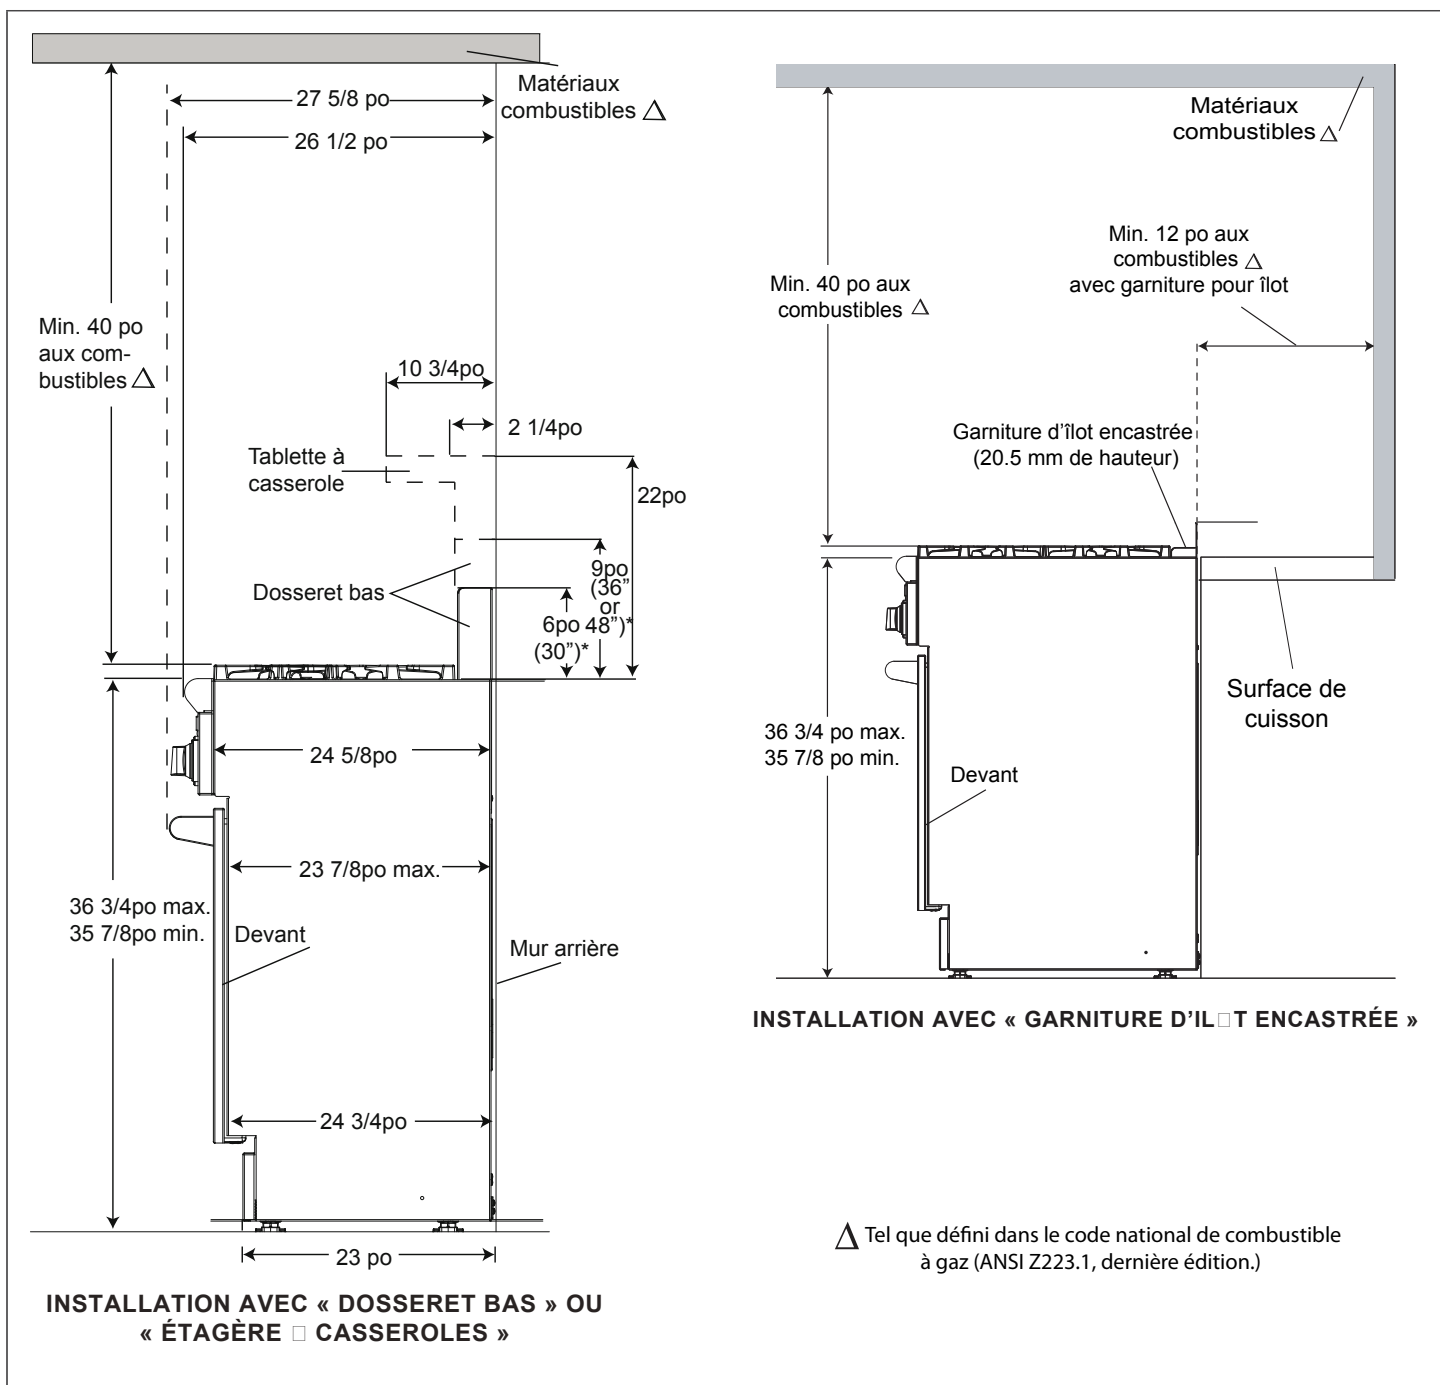

Figure 2 : Vue latérale
2. Les cuisinières peuvent être encastrées entre les armoires au-delà de l'avant du four (Voir Figure 2). Figure 2
5. Si la distance entre un matériau combustible Δ et le bord arrière de la cuisinière au-dessus de la table de cuisson est de moins de 30,5 cm (12 po), il est obligatoire d'installer un dossier bas ou une tablette à casserole Thermador (voir Figure 2). Avec un dégagement au matériau combustible Δ de 12 po et plus, la garniture d'îlot encastrée Thermador peut être utilisée. Les Figure 2 indiquent l'espace libre nécessaire pour chaque type de plaque de protection.
- Le poids d'expédition approximatif de la cuisinière est indiqué au tableau A. La trousse de documentation contenant les manuels, les grilles de cuisson, la plaque de cuisson, les chapeaux des brûleurs, la plaque d'habillage et les grilles du four doivent être retirés pour faciliter la manutention. Il est aussi recommandé de retirer la (les) porte(s) (Voir « Chapitre 8 : Retrait et installation de la porte » à la page 16.). Le poids de l'appareil s'en trouvera diminué, comme indiqué au Tableau A. Voir Figure 2 à la page 6. **N'ôtez pas la plaque de cuisson et le plateau.**